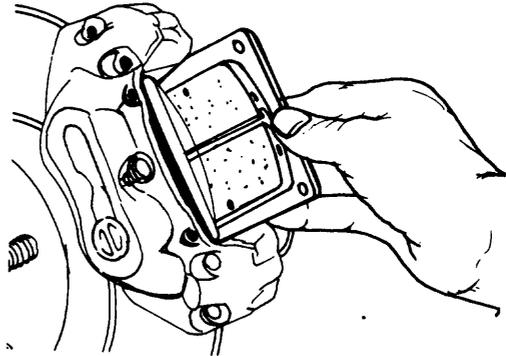

Fig. 9
- ___ b Ubique las placas de frenaje en su posición (fig. 9) y coloque los seguros y pasadores.